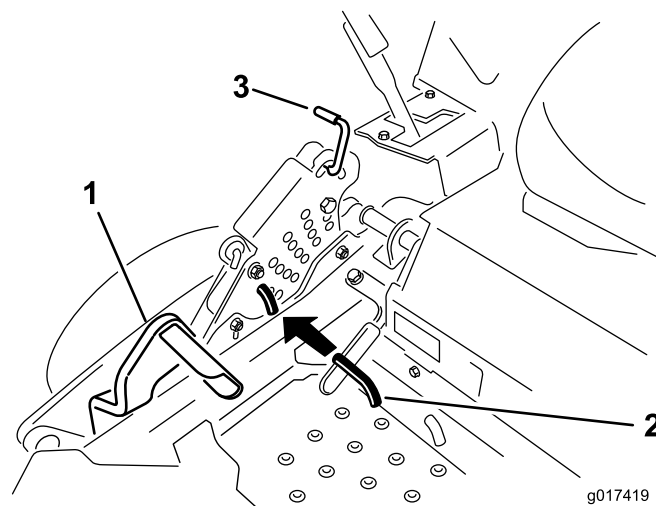

図 25
2. デッキ昇降ペダルを踏み込んでデッキを移動走行位置まで上昇させる（これは刈高 140 mm の位置と同じ）（図 25）。
3. 刈高ピンを 90 度回転させて刈高ブラケットから抜き取る（図 25）。
4. 刈高ブラケットについている穴から、希望する刈高に対応する穴を見つけ、その穴にピンを通す（図 25）。